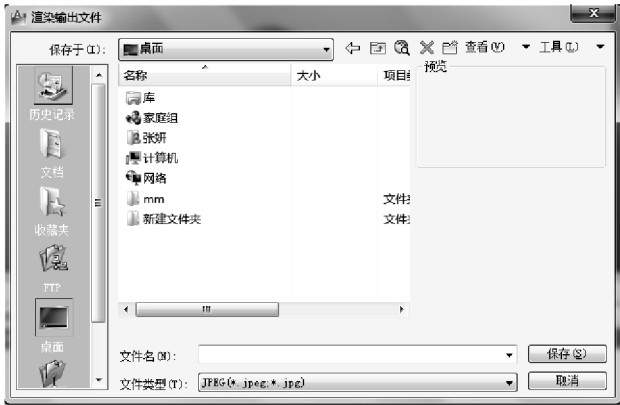

图 14-38 【渲染输出文件】对话框
2) 单击【文件】按钮，选择【保存】，弹出如图14-38所示的【渲染输出文件】对话框，在文件名后的文本框内输入文字“齿轮”，在文件类型后的下拉列表内选择 JPEG 格式。选择合适位置，单击【保存】按钮，将渲染后的齿轮保存为图片格式。